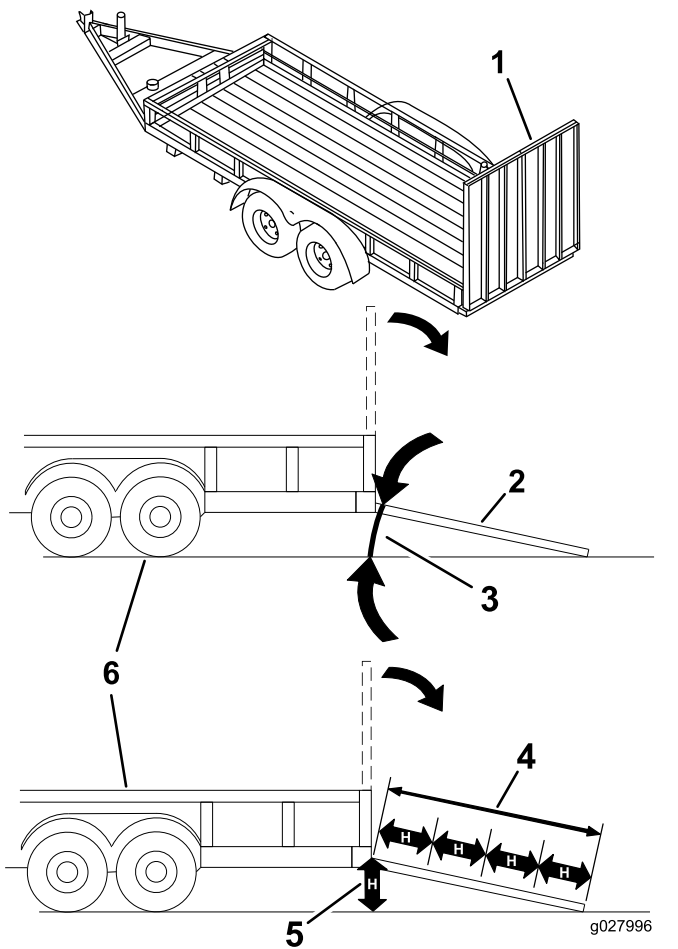

Figure 29
Le chargement de la machine sur une remorque ou un camion augmente le risque de basculement, et donc de blessures graves ou mortelles (Figure 29).
3. Abaissez la rampe pour que l'angle avec le sol ne dépasse pas 15 degrés (Figure 29).